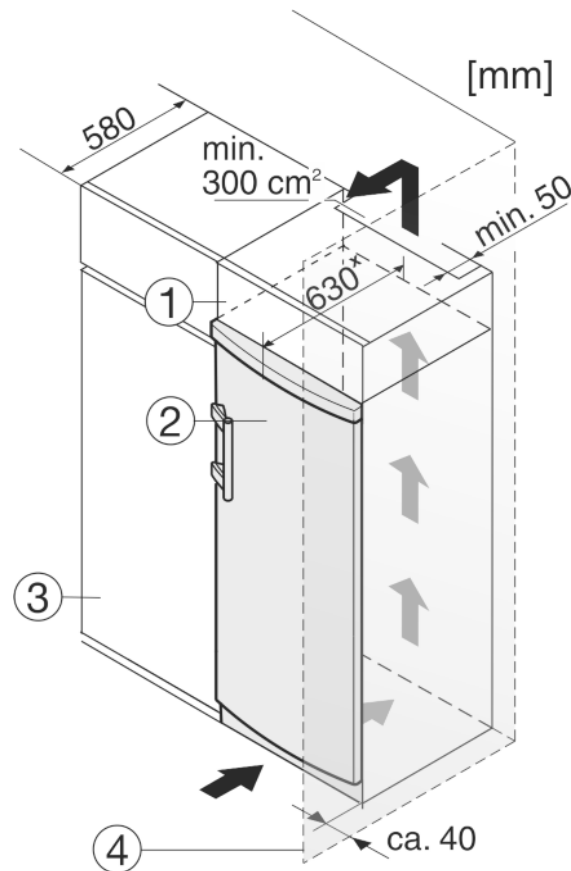

Fig. 11
Das Gerät kann mit Küchenschränken umbaut werden. Um das Gerät Fig. 11 (2) der Küchenzeilenhöhe anzugleichen, kann über dem Gerät ein Aufsatzschrank Fig. 11 (1) angebracht werden.
Beim Umbau mit Küchenschränken (Tiefe max. 580 mm) kann das Gerät direkt neben dem Küchenschrank Fig. 11 (3) aufgestellt werden. Das Gerät steht seitlich 34 mm \* und in der Gerätemitte 50 mm \* gegenüber der Küchenschrankfront vor.
Wenn das Gerät mit den Scharnieren neben einer Wand Fig. 11 (4) aufgestellt wird, muss der Abstand zwischen Gerät und Wand mindestens 40 mm betragen. Dies entspricht dem Griffüberstand bei geöffneter Tür.